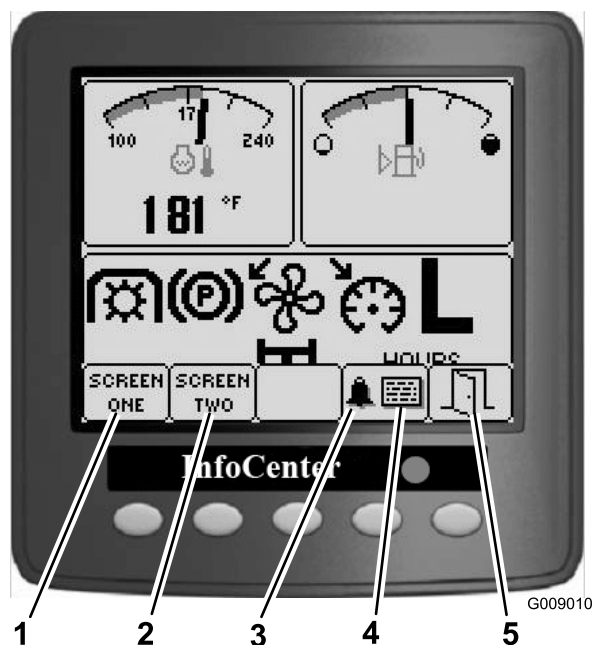

Рисунок 15
- Для просмотра экрана 1 или экрана 2, для прекращения звукового сигнала, для просмотра экрана неисправностей или для выхода нажмите соответствующую кнопку (Рисунок 15).